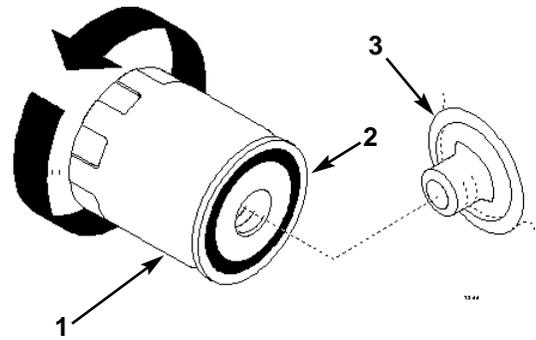

Figure 34
2. Déposer le filtre usagé et essuyer la surface du joint de l'adaptateur (Fig. 34).
3. Appliquer une fine couche d'huile neuve sur le joint en caoutchouc du filtre de rechange (Fig. 34).
4. Poser le filtre de rechange sur l'adaptateur. Tourner le filtre dans le sens des aiguilles d'une montre jusqu'à ce que le joint en caoutchouc touche l'adaptateur, puis visser encore le filtre d' $1/2$  tour (Fig. 34).
5. Verser approx. 80% de la quantité d'huile spécifiée dans le tube de remplissage (Fig. 34), puis contrôler le niveau; se reporter à la section *Contrôle du niveau d'huile*.